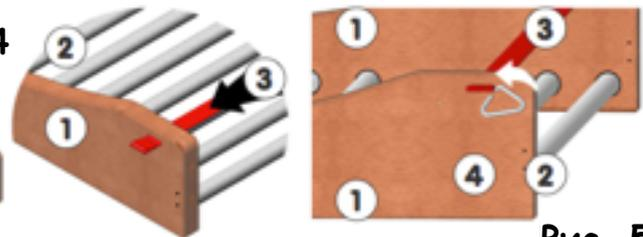
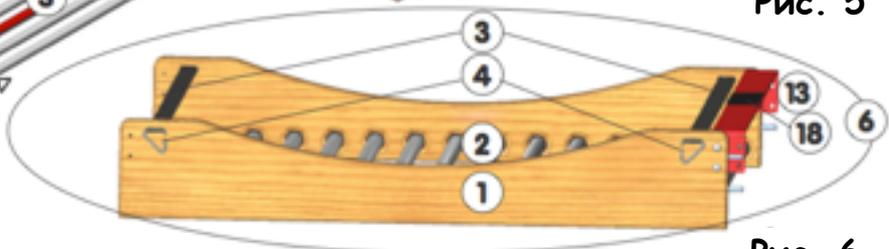

Рис. 5
Рис. 6
5. Вставьте в кольца концов строп [3] металлические треугольники [4] в направлении, указанном на рис. 5. Сожмите боковины, чтобы без проблем вставить противоположное кольцо. Должно получиться как на рис. 6